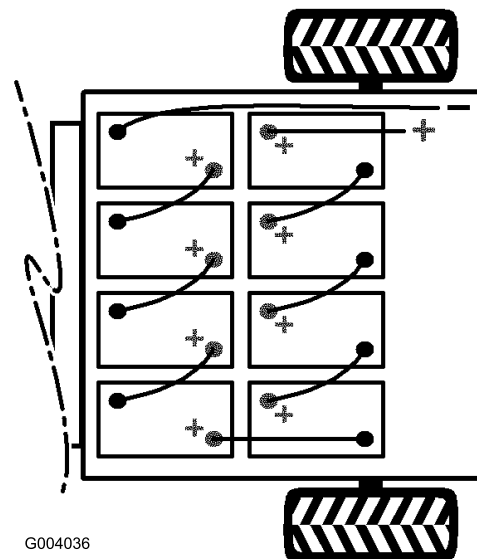

Bild 37
2. Schließen Sie das lange, schwarze, negative Hauptkabel zwischen dem Batterieverteiler und dem Fahrzeug von der Batterie ab (Bild 37).
3. Schließen Sie das lange, rote, positive Hauptkabel zwischen dem Batterieverteiler und dem Fahrzeug von der Batterie ab (Bild 37).
Hinweis: Achten Sie auf die Batteriepolarität, wenn Sie neue Batterien einsetzen (Bild 37).
- Verbinden Sie die Batterien mit den vorher abgenommenen Batteriekabeln, siehe Bild 37.
- Schließen Sie das lange, rote, positive Kabel zwischen dem Batterieverteiler und dem Fahrzeug an (Bild 37).
- Schließen Sie das lange, schwarz, negative Hauptkabel zwischen dem Batterieverteiler und dem Fahrzeug an (Bild 37).